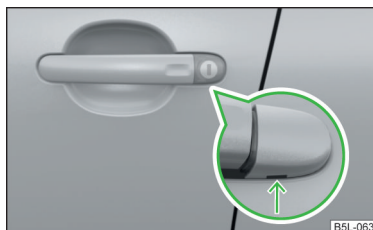

Fig. 178
- Introduzca la llave del vehículo en el rebaje en la parte inferior de la cubierta en el área de la flecha » fig. 178.